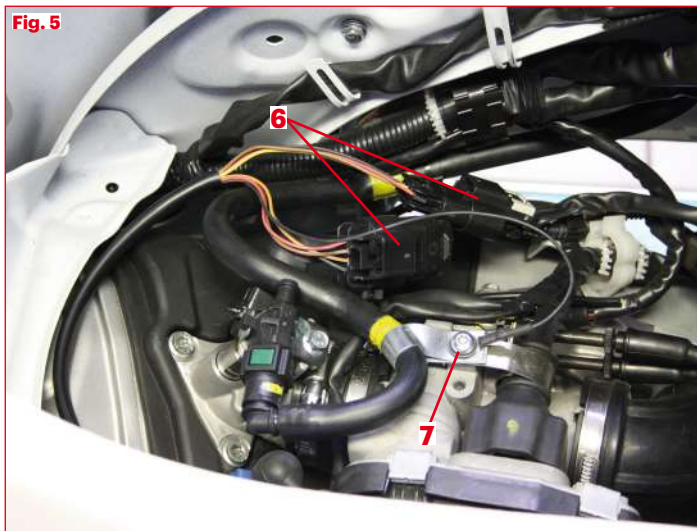

Fig. 6
Art. 5514746 (Fig. 6)
- Den Injektor **(9)** ermitteln und ihn durch Zwischenschaltung des vom O2-Regler **(Fig. 6)** ausgehenden Konnektors trennen.
Achtung: den Ösenanschluss mit dem Drosselklappengehäuse **(10)** verbinden, um Fehlfunktionen des Systems vorzubeugen **(Fig. 6)**.
- Tras identificar la sonda lambda (8) posicionada en el silenciador, siga el cableado hasta alcanzar el conector.
- Identifique el inyector (9) y desconéctelo introduciendo el conector procedente del O2 controller (Fig. 6).
(10), para evitar el funcionamiento incorrecto del sistema (Fig. 6).